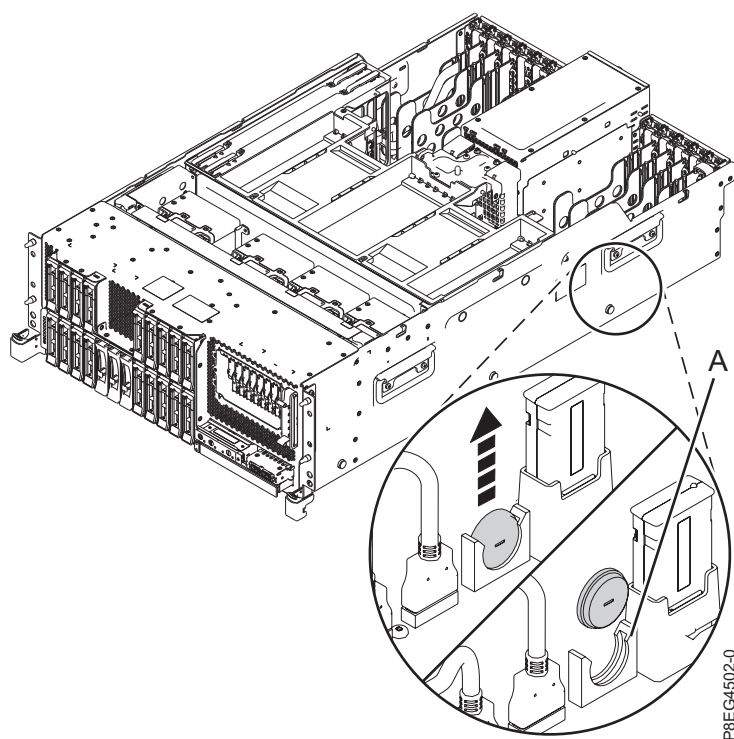

Figura 1. Remover a pilha do relógio
2. Remova a pilha do relógio da respectiva ranhura correspondente (A) no painel posterior do sistema, conforme demonstrado na Figura 1 na página 4. Certifique-se de que regista a orientação da polaridade da pilha para poder inseri-la posteriormente com a mesma orientação.